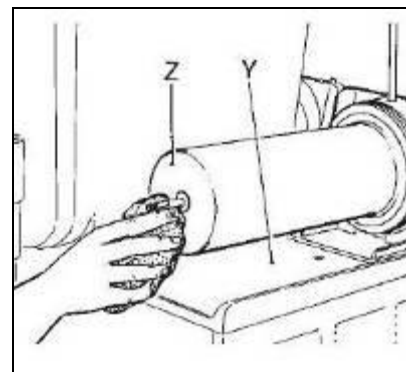

Fig. 6
- **L**avare accuratamente l'evaporatore Z ed il piano raccogli condensa Y, rimuovendo ogni residuo di prodotto con una spugna pulita imbevuta di sanizzante (vedi fig.6).